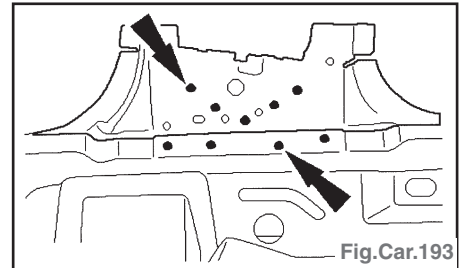

Fig.Car.193
- Tôle intérieure de montant B : Fraiser les points de soudure (Fig.Car.193).